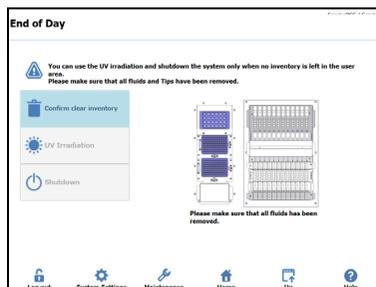

Figura 17: Schermata End of Day (Fine Giornata)
26. Nella schermata principale selezionare "End of Day" (Fine Giornata) per visualizzare la seguente schermata (Figura 17).